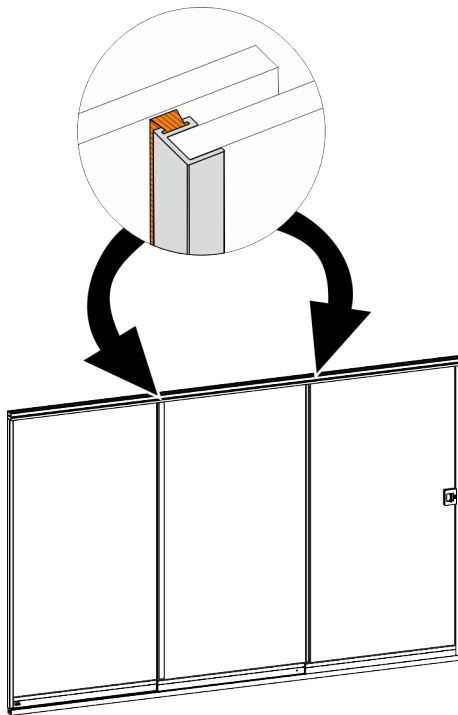

Abb. 6: Bürstendichtungen
Die Bürstendichtungen (Abb. 6) bieten einen Schutz vor Zugluft an den Überlappungsflächen.
2. → Bürstendichtungen (Abb. 6) vorsichtig mit dem Staubsauger absaugen oder mit Wasser und einer milden Reinigungslauge säubern.